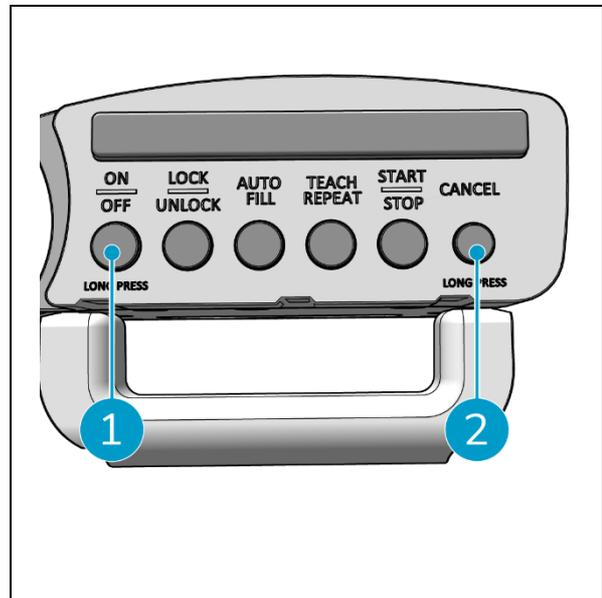

Figura 48
2. Premir e manter premido o botão ON/OFF (Figura 48, pos. 1) e o botão CANCELAR (Figura 48, pos. 2) no controlador do punho simultaneamente. O controlador do punho emite um sinal sonoro 3 vezes para indicar que a ligação foi eliminada.